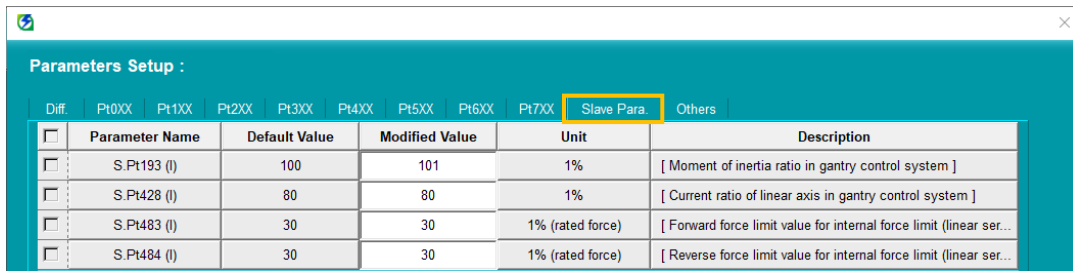

図 7.3 マスターからスレーブのパラメーターを調整する
- (4)  をクリックして図 7.3 に示すように、パラメーター設定ウィンドウを開き、スレーブパラメーター画面でスレーブのパラメーターを調整します。